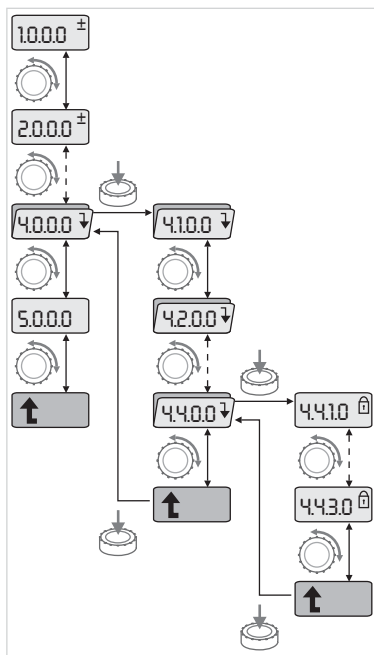

Fig. 34: Navigationseksempel
- Gennemfør den generelle navigation i menuen på følgende måde (eksempel, se fig. 34):